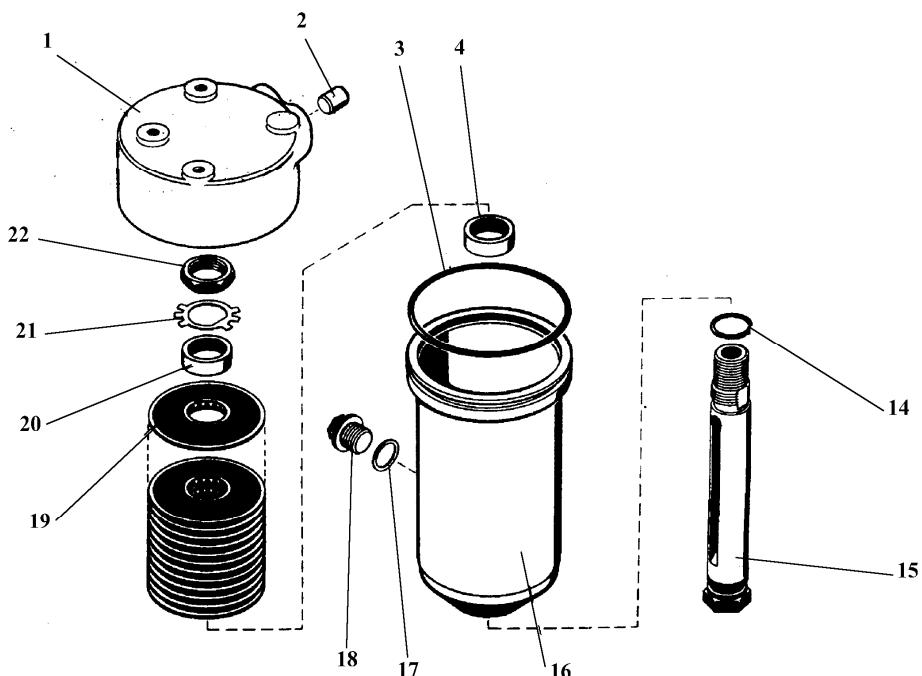

Рис. 68 Фильтр коробки передач с напорным клапаном
- а) отвернуть пробку 18 (рис. 68) фильтра и спить масло;